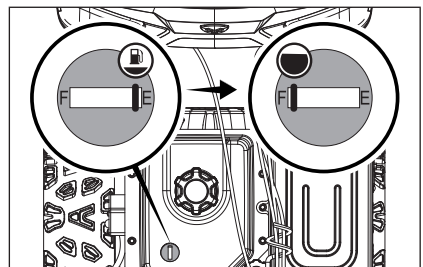

Figure 10
3. Le niveau de carburant approximatif est indiqué sur la jauge à carburant située en haut du réservoir. (Fig. 10).